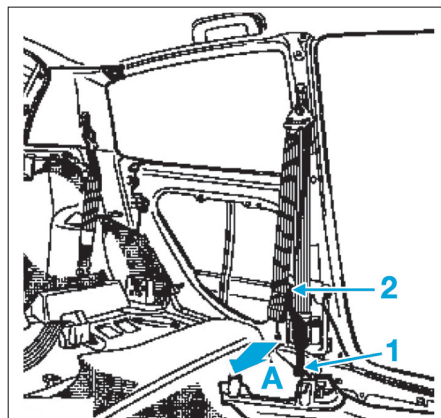

Fig. 14
- Déclipser partiellement la partie arrière (A) de la garniture de bas de marche de porte avant (Fig.14).